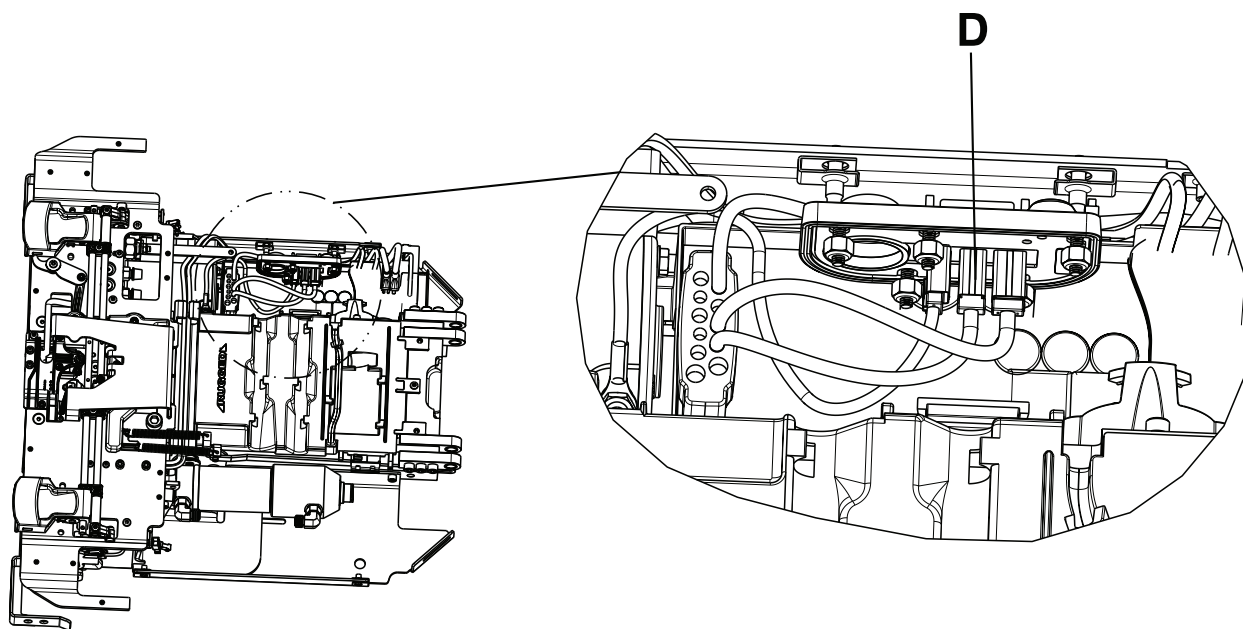

Figure 14 – Emplacements des câbles de l'interrupteur marche/arrêt
7. Débrancher les câbles de l'interrupteur marche/arrêt principal (D) et retirer l'ensemble de bouton de déblocage manuel (Figure 14).